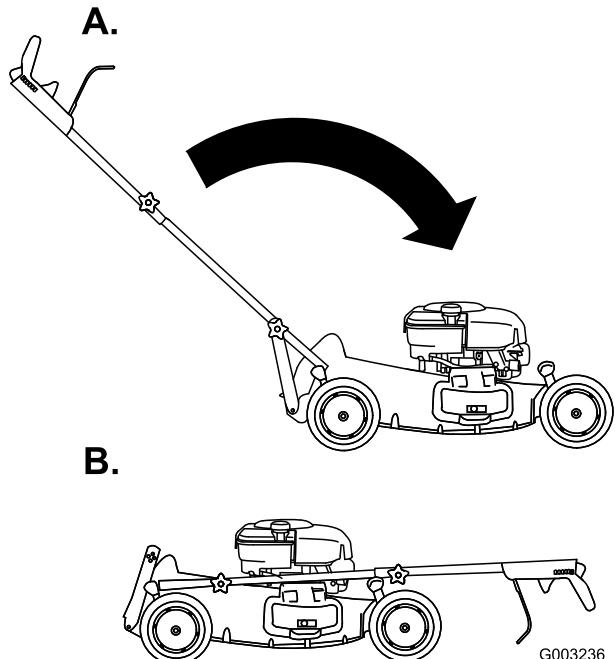

Figure 48
3. Pliez la partie supérieure du guidon en avant (Figure 48).